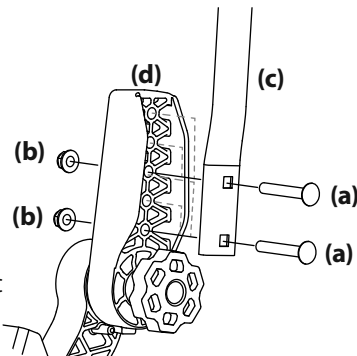

Figure 9
1. Retirez les deux boulons de carrosserie (a) et les deux écrous autobloquants (b) qui fixent la barre de conduite (c) au dispositif de réglage (d). Voir Figure 9.
2. Placez la barre de conduite à la hauteur désirée et retenez-la avec les boulons de carrosserie et les écrous autobloquants à bride. Voir Figure 9.
4. Si les stabilisateurs ne sont pas alignés après le réglage du bouton, desserrez les écrous (b), alignez les stabilisateurs et resserrez les écrous. Une fois ce réglage fin effectué, les barres stabilisatrices s'alignent lors de l'ajustement du bouton. Voir Figure 9.